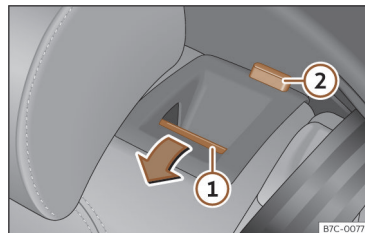

Fig. 100 Banco traseiro: rebater o encosto.
- Pressione o botão de desbloqueio >>> Fig. 100 ① para a frente e, ao mesmo tempo, rebata o encosto. O encosto traseiro está desbloqueado quando se vê uma marca vermelha no botão ②.